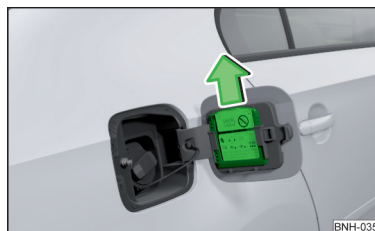

Abb. 115
- › Den Eiskratzer in Pfeilrichtung herauschieben » **Abb. 115.**